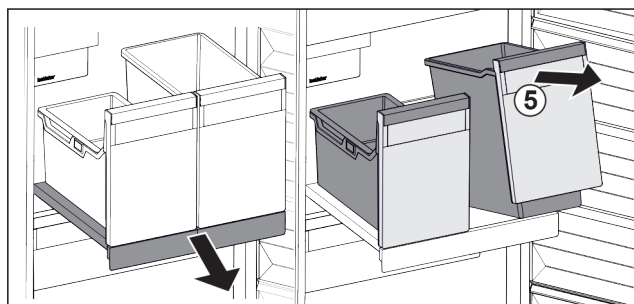

Fig. 25
- ▶ Nádobu Fig. 25 (5) vpředu nadzvedněte.